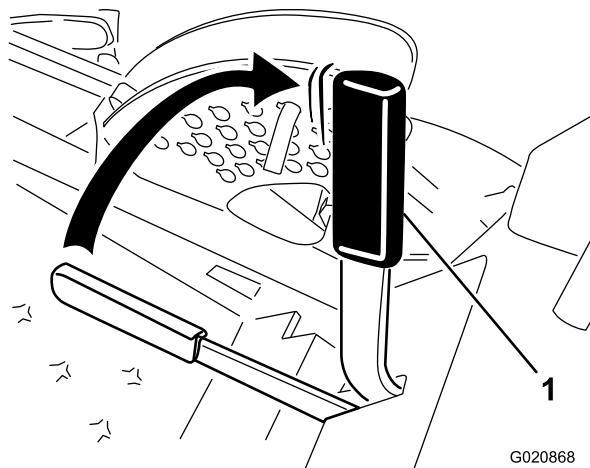

Figure 13
2. Tirez le frein de stationnement vers le haut et l'arrière pour le serrer (Figure 13).